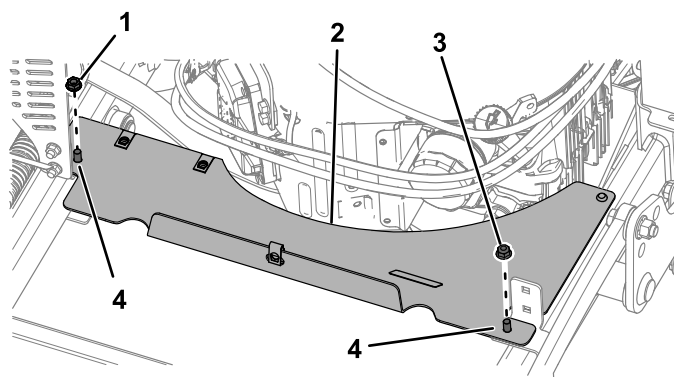

Figura 21
1. Montate la protezione della prolunga come illustrato nella Figura 21. Serrate i dadi a una coppia compresa tra 20 e 25 N·m.